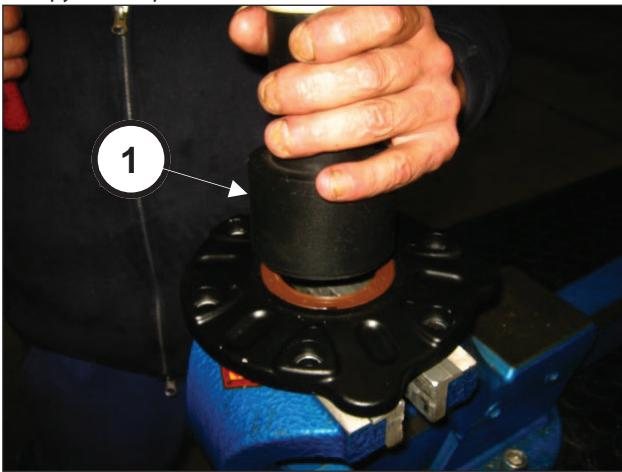

Рис. 90
Вставьте сальник в крышку ведущей шестерни с помощью инструмента арт. 27634900 (поз. ①, Рис. 90).